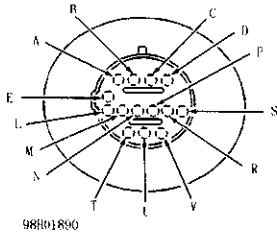

图 2-105 20 针接头端子位置识别
针接头上（变速驱动桥线束一侧）。使用数字万用表和接头测试适配工具（J-35616），测量变速驱动桥 20 针接头的端子 A 和端子 E（1-2 档换挡电磁阀）之间的电阻（图 2-105）。如果在 88°C（190°F）电阻是 24~31Ω，进行步骤 3）；如果在 88°C（190°F）电阻不是 24~31Ω，进行下一步。
3) 测量变速驱动桥 20 针接头端子 B 和 E (2-3 档换挡电磁阀) 之间的电阻 (图 2-105)。如果在 88℃ (190°F) 电阻是 24~31Ω, 进行步骤 5)。如果在 88℃ (190°F) 电阻不是 24~31Ω, 进行下一步。
105)。如果在 88℃ (190°F) 电阻是 13~15Ω, 进行步骤 7)。如果在 88℃ (190°F) 电阻不是 13~15Ω, 进行下一步 (图 2-105)。
7) 测量变速驱动桥 20 针接头端子 C 和 D (压力控制电磁阀) 之间的电阻 (图 2-105)。如果在 88℃ (190°F) 电阻是 5~6Ω, 进行步骤 9)。如果在 88℃ (190°F) 电阻不是 5~6Ω, 进行下一步。
9) 测量变速驱动桥 20 针接头端子 S 和 V (输入转速传感器) 之间的电阻 (图 2-105)。如果在 88℃ (190°F) 电阻是 1132~1428Ω, 进行步骤 11)。如果在 88℃ (190°F) 电阻不是 1132~1428Ω, 进行下一步 (图 2-105)。
11) 测量变速驱动桥 20 针接头端子 L 和 M (变速驱动桥油温度传感器) 之间的电阻 (图 2-105)。如果在 88℃ (190°F) 电阻是 225~285Ω, 进行步骤 13)。如果在 88℃ (190°F) 电阻不是 225~285Ω, 进行下一步。
13) 使用数字万用表和接头测试适配工具 (J-35616), 测量变速驱动桥壳体和变速驱动桥 20 针接头的端子 A、B、C、D、E 和 T 之间的电阻 (图 2-105)。如果每个端子的电阻都大于 250kΩ, 进行下一步。如果每个端子的电阻都小于 250kΩ, 更换变速驱动桥线束。
的端子 L 和 M 之间的电阻 (图 2-105)。如果每个端子的电阻都大于 20MΩ, 进行下一步。如果每个端子的电阻都小于 20MΩ, 更换变速驱动桥线束。
15) 使用数字万用表和接头测试适配工具 (J-35616), 测量变速驱动桥壳体 and 变速驱动桥 20 针接头的端子 S 和 V 之间的电阻 (图 2-105)。
1) 将跨接线束 (J-39775) 接到变速驱动桥 20 针接头上。使用数字万用表和接头测试适配工具 (J-35616), 测量变速驱动桥 20 针接头的端子 N 和 U 之间的电阻 (图 2-105)。如果电阻大于 50kΩ, 进行
3) 重新接上位置开关接头。测量变速驱动桥 20 针接头端子 R 和 U 之间的电阻 (图 2-105)。如果电阻小于 50Ω, 进行步骤 5)。如果电阻大于 50Ω, 进行下一步。
5) 重新接上位置开关接头。测量变速驱动桥 20 针接头端子 P 和 U 之间的电阻。(图 2-105)。如果电阻小于 50kΩ, 进行下一步。如果电阻大于 50kΩ, 进行步骤 7)。
7) 重新接上位置开关接头。测量变速驱动桥 20 针接头端子 P 和 R 之间的电阻 (图 2-105)。如果电
阻小于 50kΩ, 进行下一步。如果电阻大于 50kΩ, 进行步骤 9) (图 2-105)。
9) 重新接上位置开关接头。测量变速驱动桥 20 针接头端子 N 和 P 之间的电阻 (图 2-105)。如果电阻小于 50kΩ, 进行下一步。如果电阻大于 50kΩ, 进行步骤 11)。
11) 重新接上位置开关接头。测量变速驱动桥 20 针接头端子 N 和 R 之间的电阻 (图 2-105)。如果电